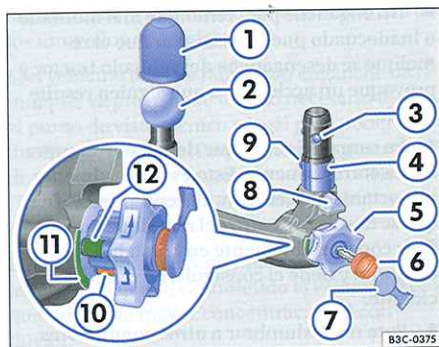
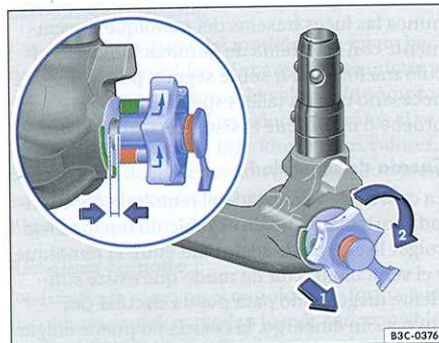

Fig. 3 Enganche de bola desmontable
Fig. 4 Pretensar el enganche de bola
Leyenda para fig. 3
- Retire la tapa (7) de la cerradura e introduzca la llave (6).
- Tire de la rueda con la mano derecha en el sentido que indica la flecha ⇒ fig. 4 ① y, manteniéndola en esta posición, gírela en el sentido de la flecha (2), hasta que encastre. El enganche de bola está ahora pretensado. La marca roja ⇒ fig. 3 ⑩ de la rueda debe coincidir con la
marca verde (11) del enganche de bola. La rueda queda claramente separada del enganche de bola. Queda un espacio de unos 4 mm ⇒ fig. 4 (ver imagen ampliada).
- Compruebe que todas las bolas de bloqueo (3) se introduzcan correctamente en el vástago (4) del enganche de bola.
- Presiónelo en enganche con fuerza hacia arriba hasta encaje. Asegúrese de que las dos guías de centrado ⇒ página 18, fig. 3 ⑧ encajen en los alojamientos del vehículo.
- Gire la llave (6) en el sentido contrario al de las agujas del reloj y extraígalas.
- Coloque la tapa (7) sobre la cerradura y guarde la llave con las herramientas de a bordo.
- Retire la tapa (7) de la cerradura de la rueda e introduzca la llave (6).
- Tire de la rueda (5) con la mano derecha en el sentido que indica la flecha ⇒ página 18, fig. 4 ① y, manteniéndola en esta posición, gírela hasta el tope en el sentido de la flecha (2), hacia delante.
- Si el diámetro de la bola ⇒ página 18, **fig. 3** ② es menor de 49 mm en cualquier punto de la misma, no deberá utilizarse más el enganche de bola, por motivos de seguridad.